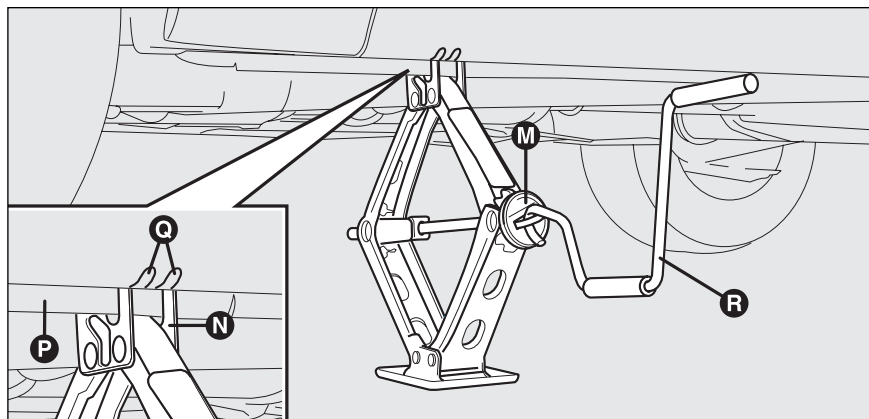

fig. 7
- ☐ accione o dispositivo **M-fig. 7** de modo a esticar o macaco, até quando a sede **N** na parte superior do macaco se introduz correctamente no perfil inferior **P** existente na carroçaria, em correspondência da indicação **Q** (a cerca de 72 cm do centro da roda dianteira, ou a 75 cm do centro roda traseira);
- ☐ introduzir a manivela **R-fig. 7** para permitir o accionamento do macaco e levantar o veículo, até quando a roda se levanta da terra de alguns centímetros;
- ☐ accione a manivela **R-fig.7** do macaco de modo a abaixar o veículo e extrair o macaco;